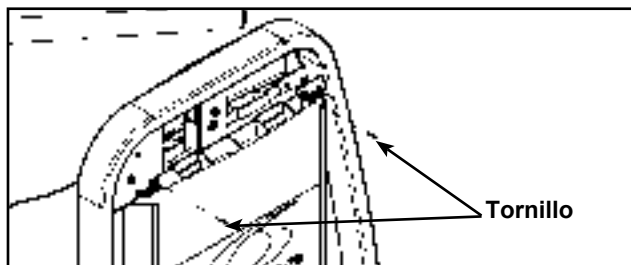

Figura 15
- B. Instalar asegurar superior de dos tornillos mover hacia atrás la cubierta. Ver Figura 15.